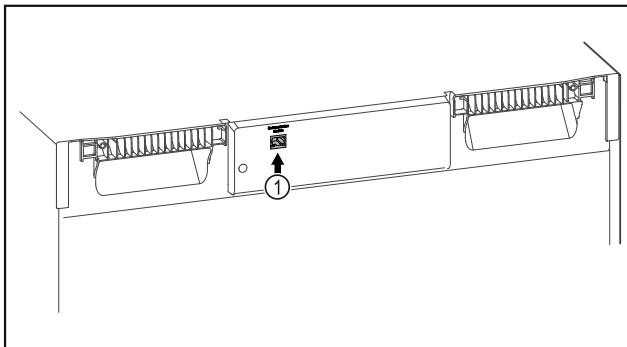

Fig. 99
- A SmartModule Fig. 99 (1) be van helyezve.